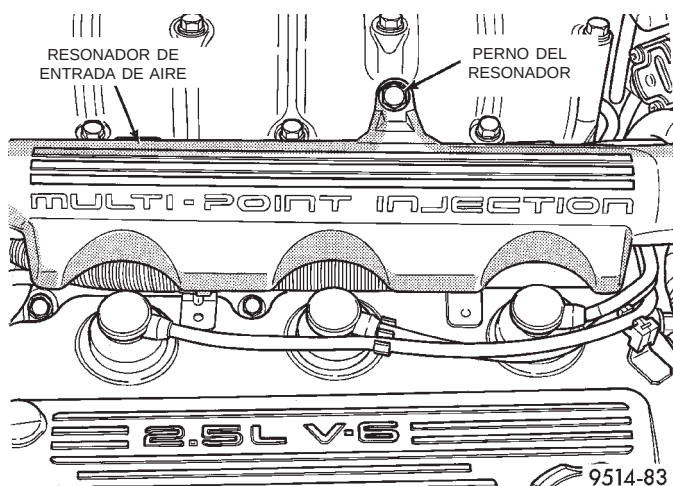

Fig. 30 Resonador de entrada de aire
(6) Retire el perno que sostiene el resonador de la entrada de aire en el múltiple de admisión (Fig. 30).